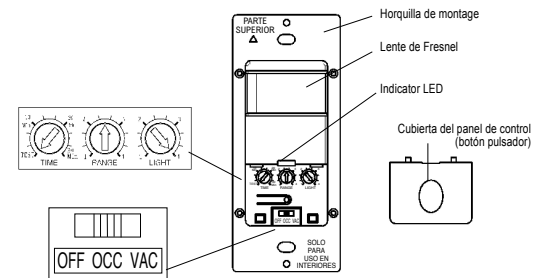

Figura 4
9. Ubique las perillas de ajuste en el panel de control para realizar pruebas y ajustes. (Ilustrada en la Figura 4).
Selector de luz ambiente: La configuración de luz ambiente se ajusta con el selector de Luz Ambiente (consulte la Figura 4). Girando el Selector de Luz completamente en sentido antihorario (CW), las luces permanecen APAGADA cuando se detecta movimiento. Todas las demás configuraciones harán que las luces se ENCIENDAN solo cuando el nivel de luz sea inferior al configurado.